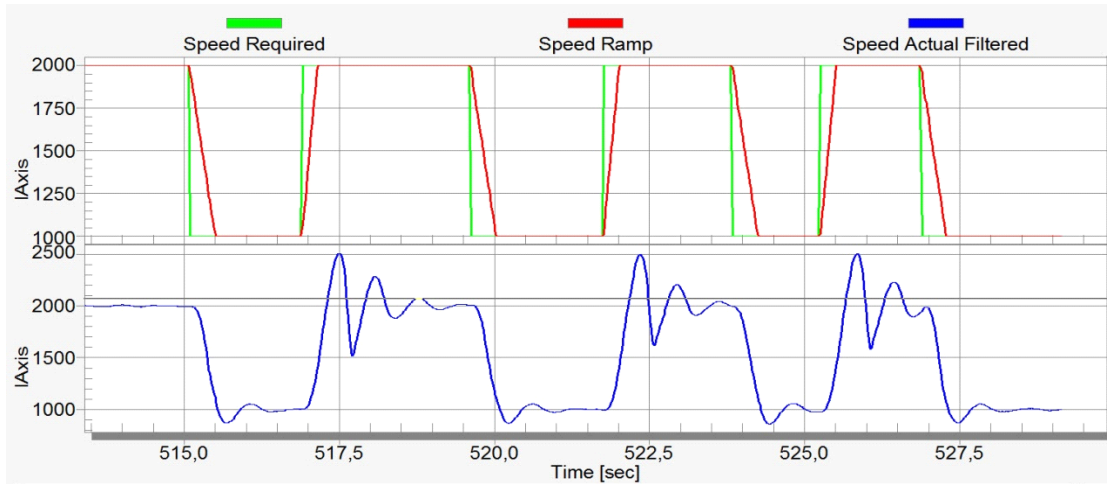

图13. 速度控制响应— $SL\_Kp$ 值过低，*Speed Actual Filtered*大幅过冲
- $SL\_Kp$  值过低，*Speed Actual Filtered*大幅过冲，稳定时间较长，见图13。